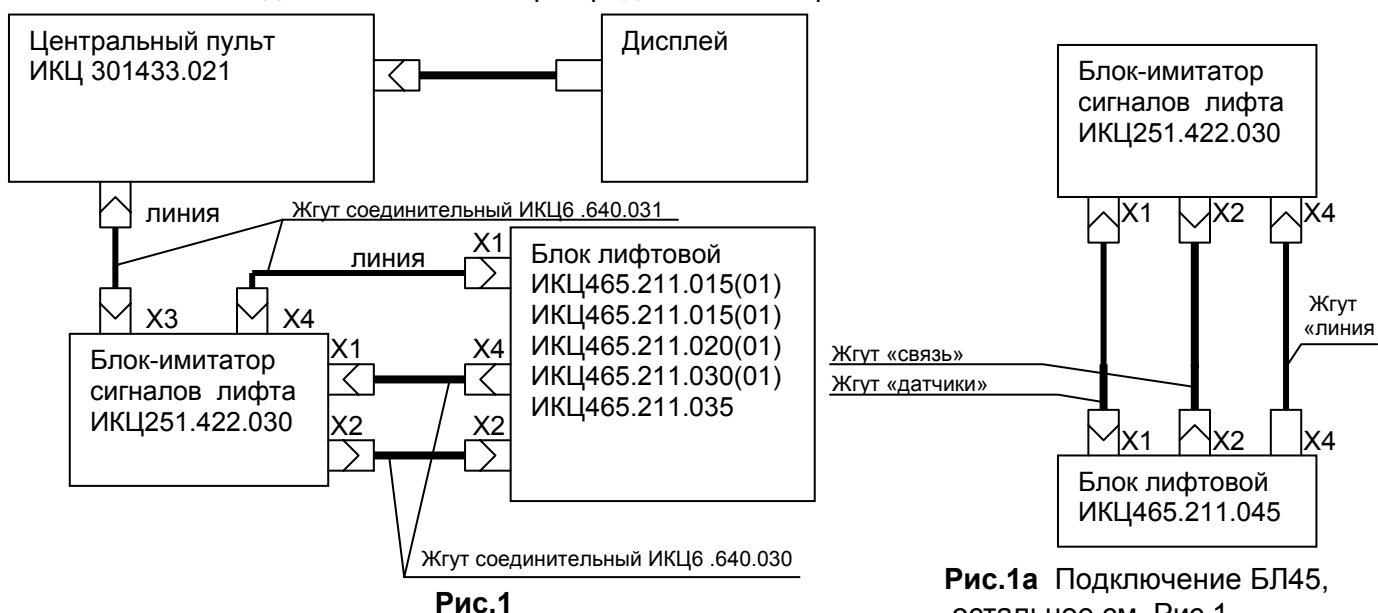

Рис.1
4.1 Блок-схема подключения имитатора представлена на рис.1.
Рис.1а Подключение БЛ45, остальное см. Рис.1
4.2.2 Подключите соединительные жгуты в соответствии с блок-схемой на рис.1 (для БЛ45 см. рис.1а). Подключение и отключение разъема Х4 БЛ (Х1 БЛ45) производите только после отключения имитатора от сети.
4.2.3 Подключите линии связи к ЦП, имитатору и БЛ в соответствии с блок-схемой на рис.1.